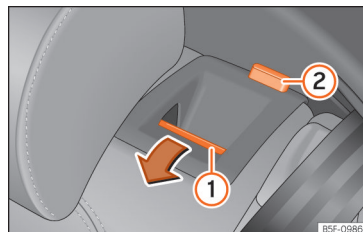

Abb. 118 Rücksitz: Rückenlehne vorklappen.
- Entriegelungstaste »» **Abb. 118** ① nach vorn ziehen und gleichzeitig die Rückenlehne umklappen. Die Rücksitzlehne ist entriegelt, wenn die rote Markierung des Tasters ② sichtbar ist.
Die Rücksitzlehne ist entriegelt, wenn die rote Markierung des Tasters » Abb. 118 ② sichtbar ist.